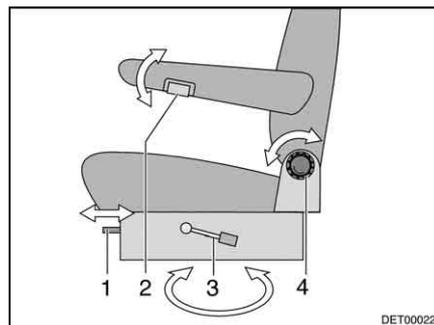

Fig. 2 Sedile del guidatore e sedile del passeggero
- Spingere la leva (Fig. 2,3) verso il basso.